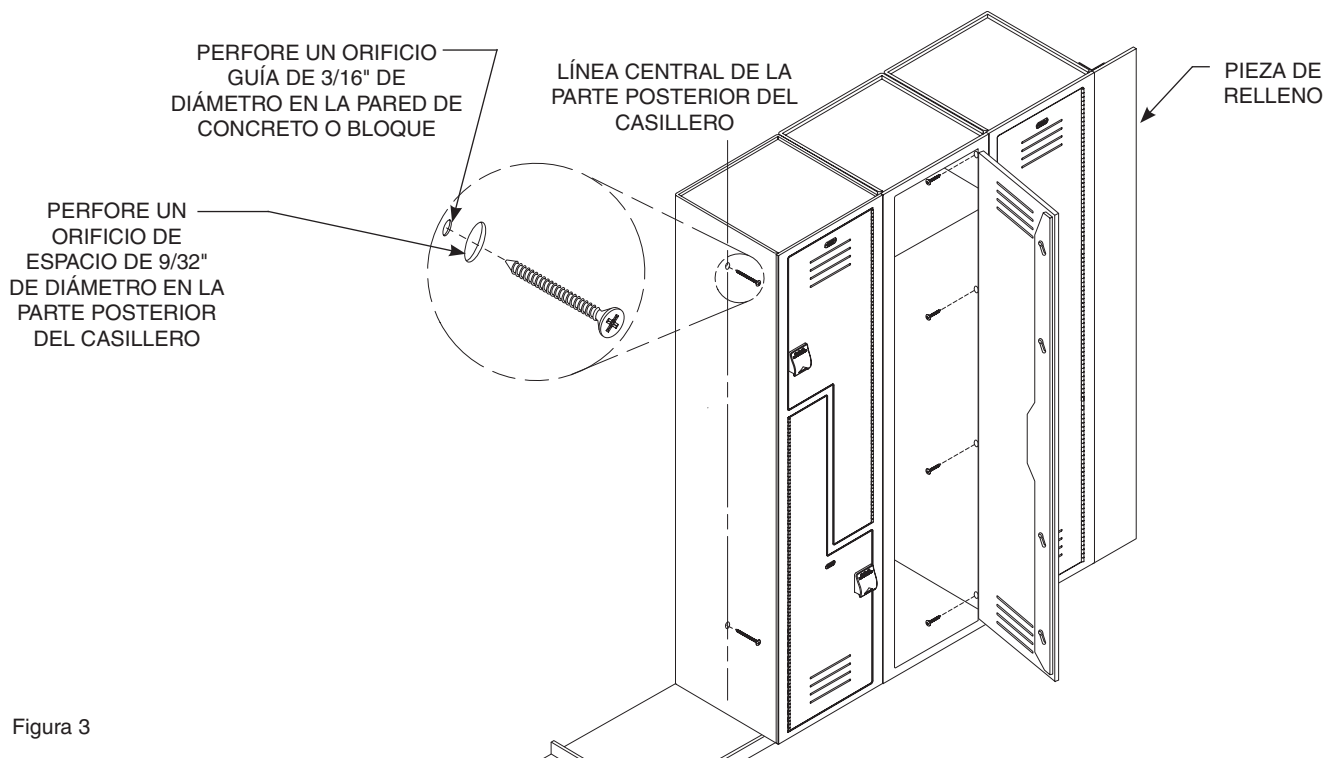

Figura 3
Las piezas de relleno para esquinas están diseñadas para cubrir los espacios en las esquinas (una pieza de relleno para esquinas se muestra en la Figura 3 en la página 36). Están sujetas al casillero con los tornillos macho n.º 10-24 y hembra 10-24 x 1/2" proporcionados.
1. Coloque el primer casillero de acuerdo con los diseños originales. Cuadre y aplome el casillero con las cuñas según se requiera. Fije el casillero a la pared en dos lugares con los dos tornillos Tapcon de 1/4" x 1-3/4" de largo. Centre los tornillos a lo ancho del casillero; luego, coloque uno cerca de la parte superior y otro cerca de la parte inferior, como se muestra en la Figura 3.
3. Fije temporalmente los casilleros en la parte superior e inferior. Perfore orificios de espacio de 9/32" en los casilleros, como se muestra en la Figura 3. Los orificios deben estar a 38 mm (1-1/2") de la parte frontal del casillero y separados uniformemente desde la parte superior hasta la parte inferior. Fije los casilleros entre sí con los tornillos macho n.º 10-24 y hembra n.º 10-24 x 3/4" proporcionados.
5. Fije cada casillero a la pared en dos lugares con las piezas metálicas adecuadas para instalación en la pared proporcionadas. Use dos tornillos Tapcon de 1/4" x 1-3/4" de largo, coloque uno cerca de la parte superior y el otro cerca de la parte inferior del casillero, como se muestra en la Figura 3.
2. Fije cada casillero a la pared en dos lugares con dos tornillos Tapcon de 1/4" x 1-3/4" de largo, coloque uno cerca de la parte superior y el otro cerca de la parte inferior del casillero (consulte la Figura 3 en la página 36).
4. Fije cada casillero a la pared en dos lugares con dos tornillos Tapcon de 1/4" x 1-3/4" de largo, coloque uno cerca de la parte superior y el otro cerca de la parte inferior del casillero (consulte la Figura 3 en la página 36).
3. Coloque, cuadre y aplome los casilleros en la base y asegúrese de que las partes superiores y frontales de los casilleros estén alineadas. Fije temporalmente los costados de casilleros adjuntos en la parte superior y la parte inferior. Perfore cuatro orificios de 9/32" en el casillero. Los orificios deben estar a 38 mm (1-1/2") de la parte frontal del casillero y separados uniformemente desde la parte superior hacia la parte inferior (consulte la Figura 3 en la página 36 si es necesario).